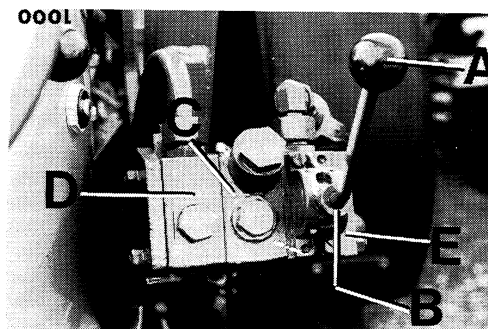

Abb. 13
Zusätzlich zweiter Ventilblock (B/11 und Abb. 13)
Doppeltwirkende (dw-) Zusatzventile SB1 im zweiten Ventilblock (Abb. 13) ohne Rastung in "Heben" und "Drücken" (Mittenzentrierung).
e) SB1-Zusatzventile ¹⁾ im zweiten Ventilblock (B/11 bzw. Abb. 13)